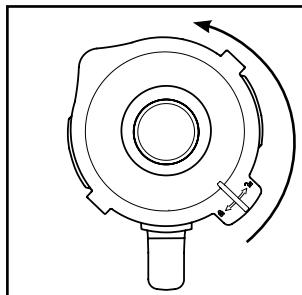

Fig. 1
- 1) Retire el vaso **③** del bloque motor **①** en posición recta hacia arriba.
- 2) Retire la tapa **②**; para ello, gírela en sentido antihorario hacia la posición  (consulte la fig. 1) hasta que pueda extraerse hacia arriba.
- 3) Llene el vaso **③** como mínimo hasta la rayita inferior de la escala **⑧** y, como máximo, hasta la marca MAX. Para obtener un resultado óptimo, recomendamos las siguientes cantidades máximas de llenado: